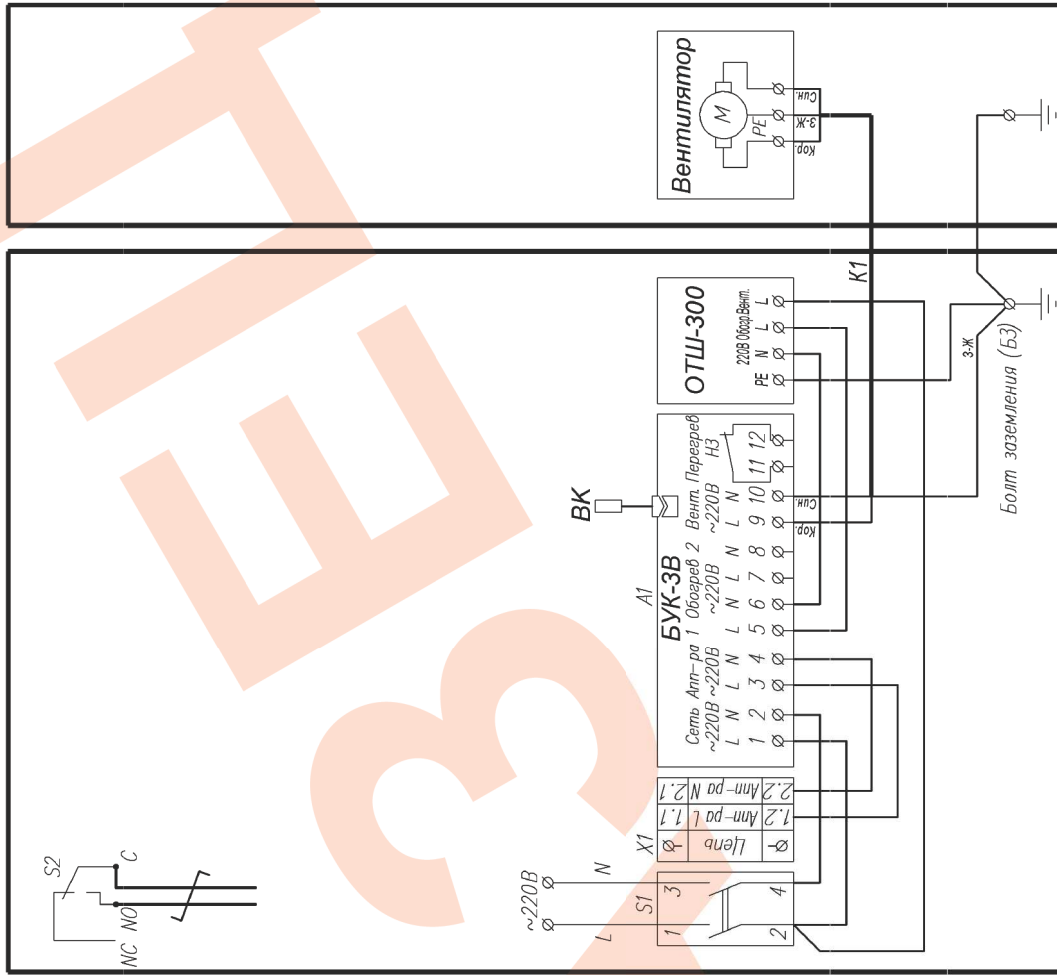

Рис.3 Схема электрическая принципиальная
3. Отсоединить провод кабеля К1 (рис.3) от колодки вентилятора ВТШ-170.